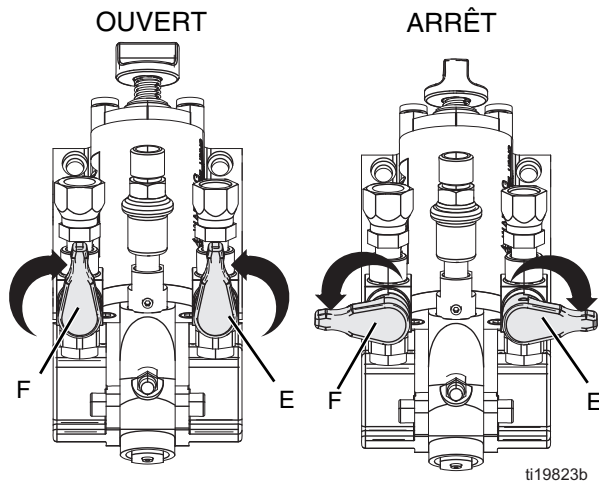

FIG. 5 Vannes d'arrêt
- Fermer les vannes d'arrêt du produit. Voir la FIG. 5.
- Fermer les vannes d'arrêt du produit (E et F). Voir la FIG. 5.